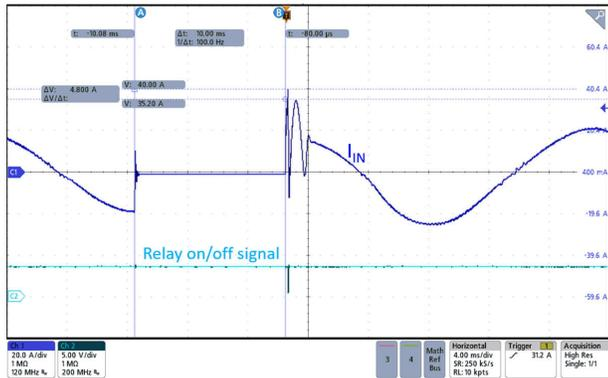
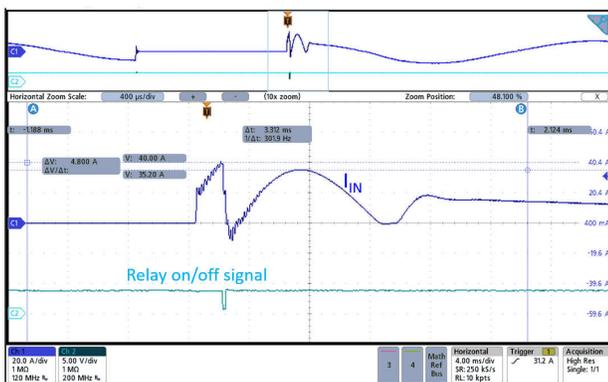

図6. ドロップアウト後に AC 電圧が再開したときの再突入電流制御。
図7. リレーのオン/オフの瞬間の拡大図6。
3.6kW トーテム ポール ブリッジレス PFC を使用して、提案する方法をテストしました[2]。図 6 は、AC 電圧が降下すると、10 ミリ秒でピーク値まで回復することを示しています。チャンネル 1 (青) は PFC 入力電流の波形 (I_{IN})、チャンネル 2 (青緑) はリレーのオン/オフ制御信号です。図 7 は、リレーのオン/オフ時の拡大図です。AC 電圧降下期間中は、リレー Q_5 はオンのままです。 C_{BULK} は、蓄積されたエネルギーを負荷に継続的に供給し、 V_{OUT} が降下します。リレーがオンで $V_{AC} > V_{OUT}$ なので、AC 電圧が再開した後で、再突入電流が急速に上昇します。再突入電流が事前定義された電流制限しきい値 (この例では 40A) に達すると、リレーはオフになり、再突入電流は R_T により非常に小さい値に減少します。リレーは 10 μ s の間のみオフとなり、その後再度オンになります。再突入電流は再度上昇します。このプロセス全体により、 C_{BULK} を高速に充電するために大きな電流を供給しながら、M-CRPS 仕様内で再突入電流を制限できます。また、この波形
図7に、勾配が制限された状態で2回目の再突入電流が上昇する例を示します。これは、電磁干渉フィルタのインピーダンスやプリント基板のパターンインピーダンスを含む PFC 入力インピーダンスが電流の立ち上がり勾配を制限するために発生します。この例では、2回目の再突入電流の大きさが 40A しきい値を超えないため、リレーは1回だけオフになります。2回目の再突入電流もしきい値を超えた場合、リレーは再びオフになります。